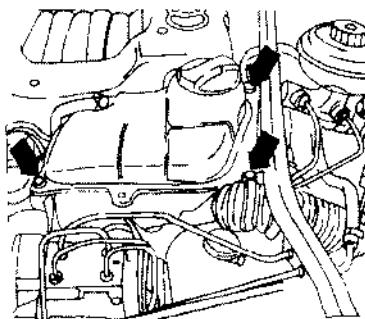

图 7.69 松开膨胀罐紧固螺栓
- ⑤ 拆下液压油罐护板。
⑥ 松开支架上电缆固定条，松开如图 7.69 所示中箭头所指的螺栓，将膨胀罐转向一旁。螺栓拧紧力矩为  $6\text{N}\cdot\text{m}$ 。